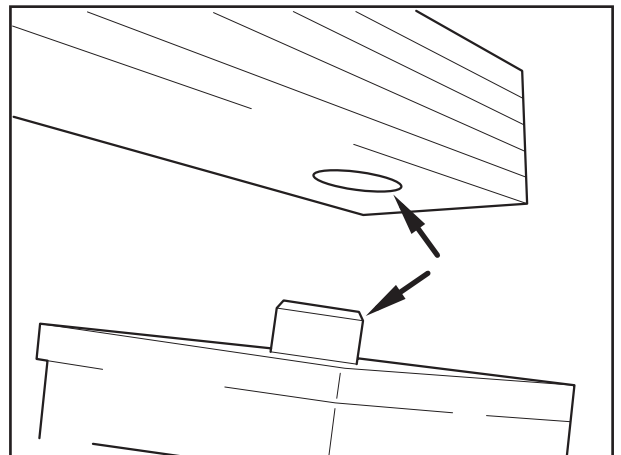

Fig. 8
- [18] Der Zapfen am Achslappen muss in die äußere Fixierbohrung der unteren Federlage eingreifen (Fig. 8/Pfeile).
[18] The pin of the axle plate must engage in the outer locating hole of the lower spring leaf (Fig. 8/arrows).
[18] La cheville au niveau du patin de fixation doit s'insérer dans l'orifice de fixation extérieure de la lame de ressort inférieure (fig. 8/flèches).